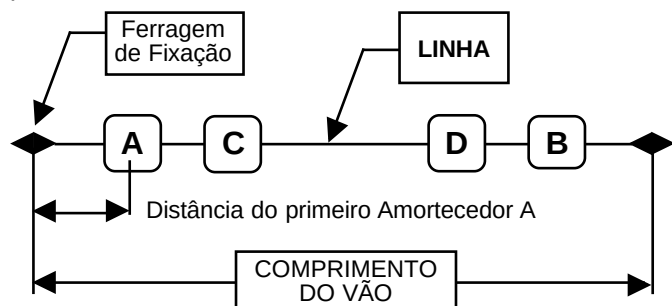

Figura 2: Sequência Geral de Aplicação, Amortecedores A, B, C e D posicionados 1º, 2º, 3º e 4º, respectivamente.
Informação adicional de posicionamento refere-se às localizações A, B, C e D para os quatro primeiros Amortecedores, quando medidos da respectiva ferragem – ver figura 2. Vãos que requerem proteção adicional são normalmente consideradas aplicações especiais para longos vãos e podem requerer Amortecedores posicionados em meio-vão.
3.01 Meça e marque as distâncias apropriadas informadas pelo critério de posicionamento. As distâncias de posicionamento são medidas a partir da ferragem de fixação para posicionamento dos Amortecedores A e B (ver figura 2), e a partir dos Amortecedores A e B para posicionamento dos Amortecedores C e D. Veja item 3.02 para exemplos de posicionamentos a partir de Suspensões e 3.03 para exemplos a partir de Ancoragens.